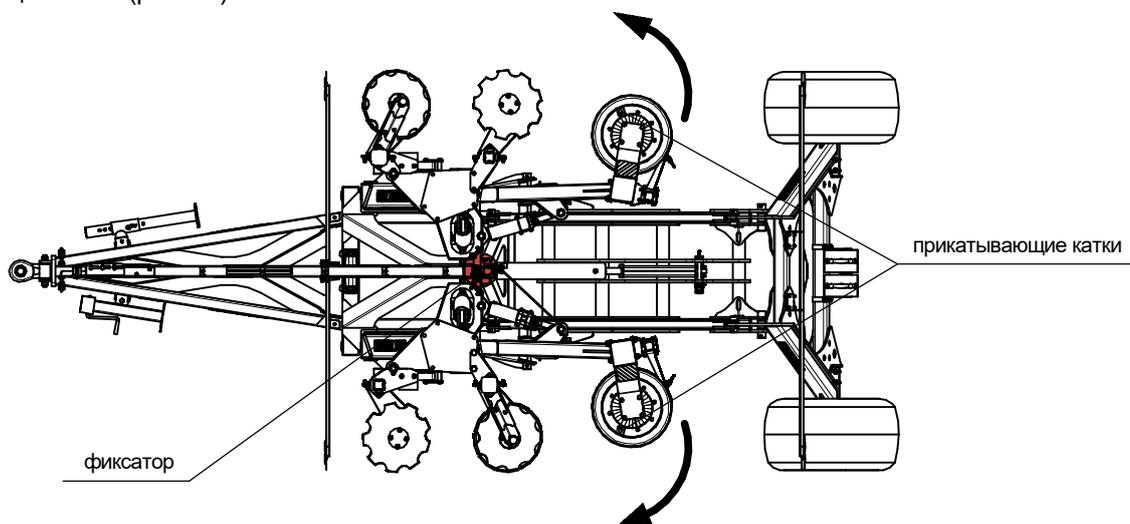
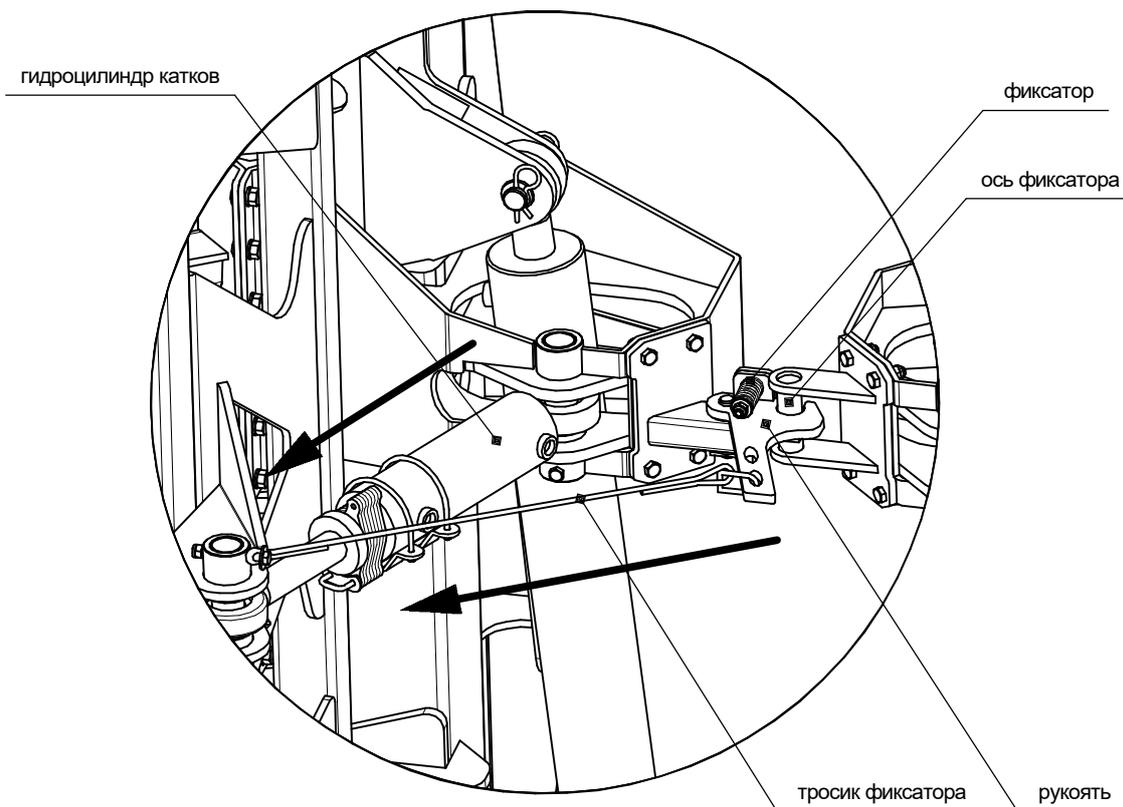

Рис.1.1-Разведение прикатывающих катков дисковой почвообрабатывающей машины ДПМ "Универсал" / "Универсал Т" (вид сверху)
Рис. 1.2-Фиксатор транспортного положения крыльев.
3. С помощью рычагов управления гидравлики прикатывающих катков разведите катки (штоки гидроцилиндров прикатывающих катков выдвинуты) (рис.1.1), чтобы освободить ось фиксатора из зацепления (рис.1.2)